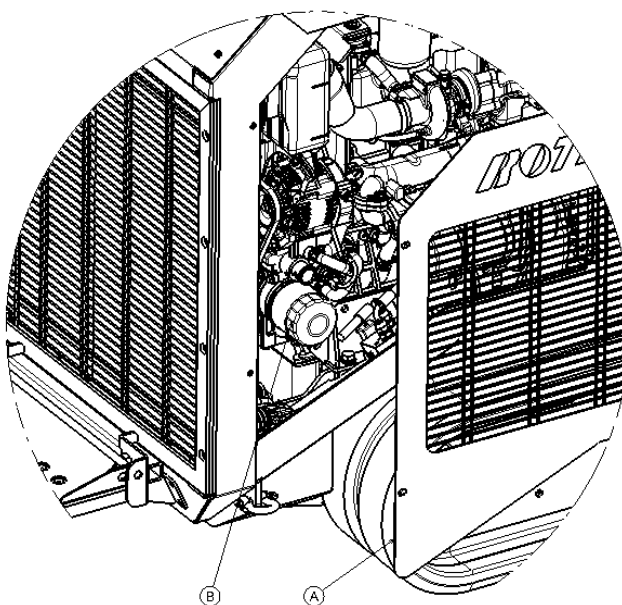

Figure 6
1. Ouvrez la porte latérale droite (A – Figure 6) de la machine ;
2. Dévissez la cartouche filtrante usagée (B – Figure 6) à l'aide d'une clé à chaîne ;